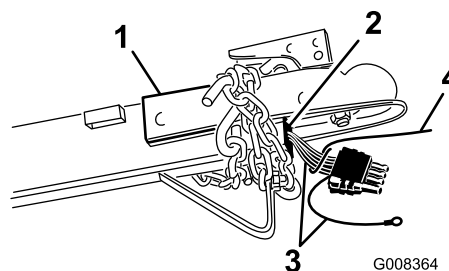

Figure 3
4. Attachez le fil de la flèche au faisceau de câblage sur la remorque et tirez le faisceau le long de la flèche au moyen du fil (Figure 3). Retirez le fil du faisceau.